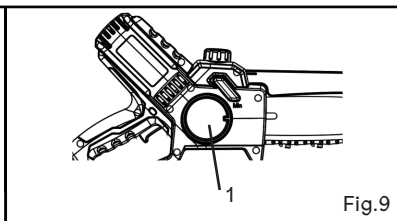

Fig.9
4. Serrez fermement le bouchon d'huile (1) (Fig. 9) pour une bonne étanchéité, cela empêchera les fuites d'huile du réservoir.